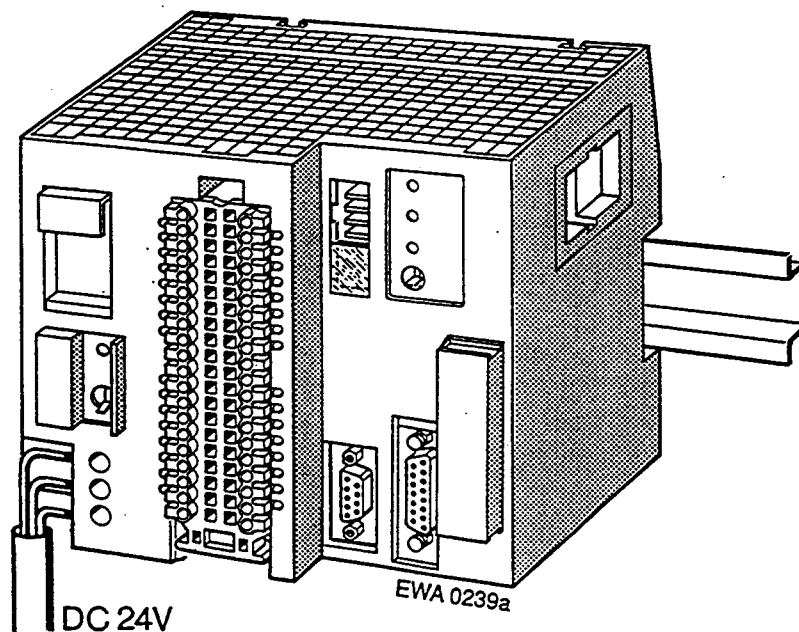

Bild 4.4 Stromversorgung an Basisgerät anschließen
- ▶ Verbinden Sie die Klemmen L+ und M der Stromversorgung mit den entsprechenden Anschlußklemmen des Basisgerätes (→ Bild 4.4).